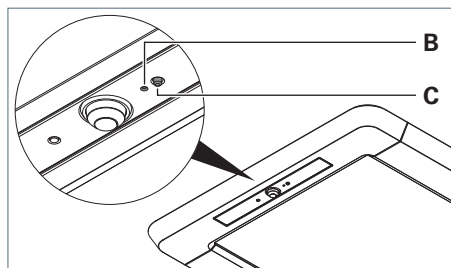
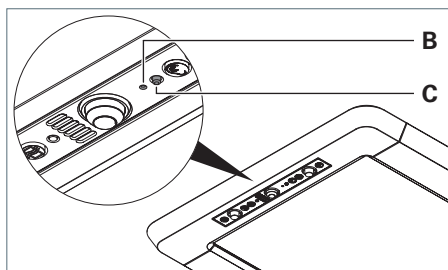

Fig. 26: Apprentissage de l'élément de commande, modèle R.
Fig. 27: Apprentissage de l'élément de commande, modèle RX.
- Appuyez sur la touche dans l'ouverture **B** avec l'extrémité d'un trombone courbé, voir Fig. 26 et voir Fig. 27.
- Appuyez sur la touche **C**, voir Fig. 26 et voir Fig. 27.
- Appuyez sur la touche **C** et maintenez-la enfoncée, voir Fig. 26 et voir Fig. 27.